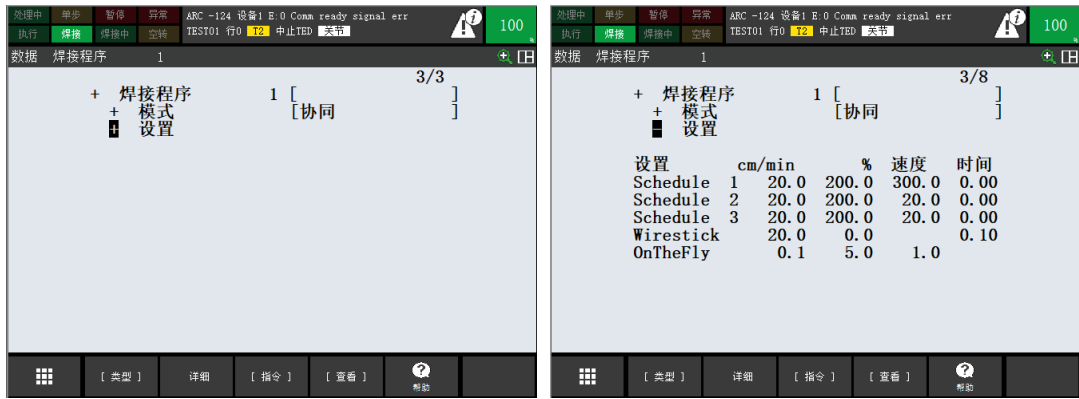

图 3-14 焊接参数设置界面
3) 将光标移至“设置”前的“+”上，按下 ENTER，可进入焊接参数设置界面，在此界面可设置焊接参数通常包括：焊接电流（或送丝速度）、电压（或弧长修正）、焊接速度、电感等参数，如图 3-14 所示：